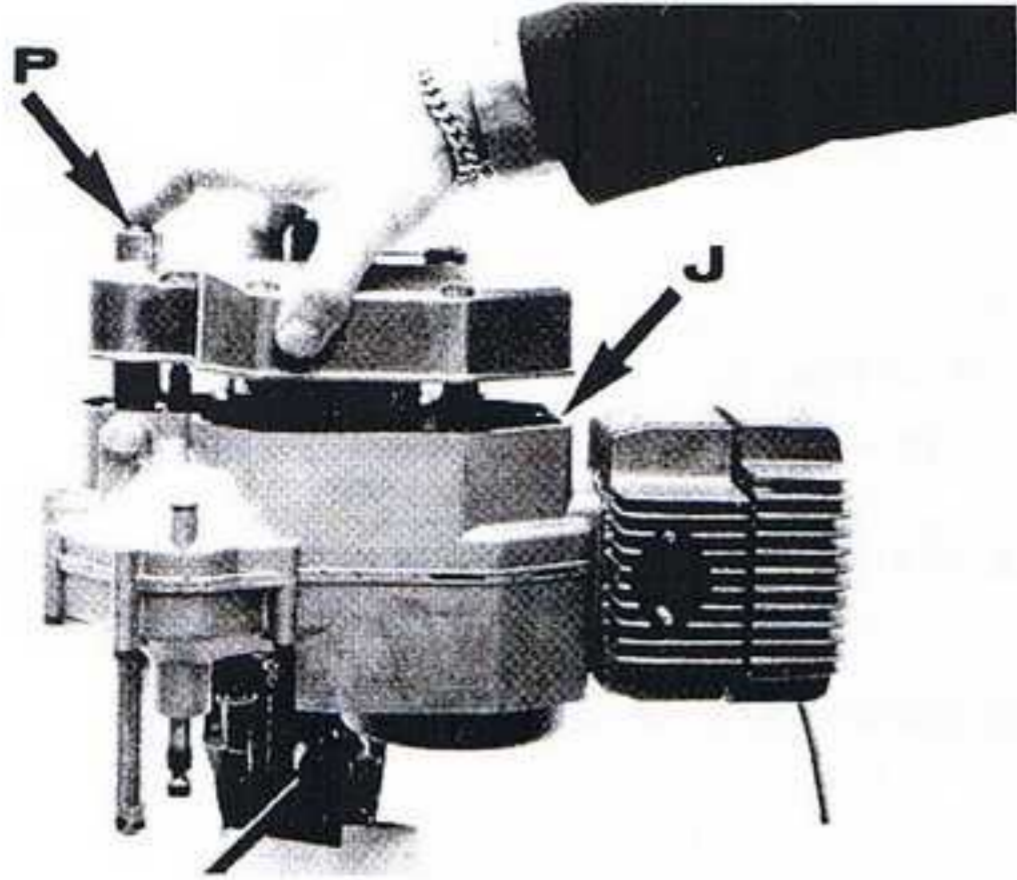

fig.6
- Enlever le couvercle en maintenant l'arbre de pédalier (P) (fig. 6).
- Enlever le joint (J) (fig.6).